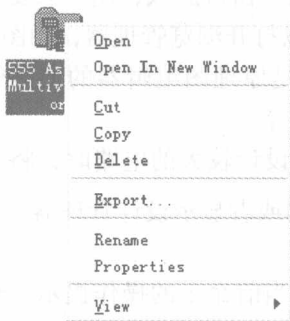

图 1-17 文件对象快捷菜单
(2) 文件对象快捷菜单 当用户在设计窗口或者设计管理器中的文件对象上单击鼠标右键时,就会调出相应的快捷菜单,如图 1-17 所示。通过该快捷菜单可以执行打开文件、剪切、复制、粘贴、文件更名以及调出文件属性对话框等操作。